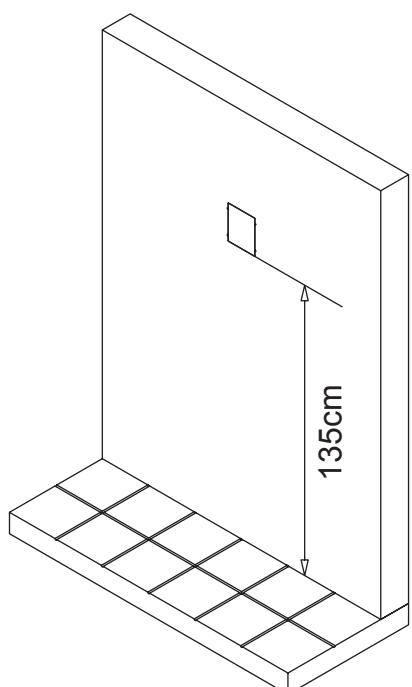
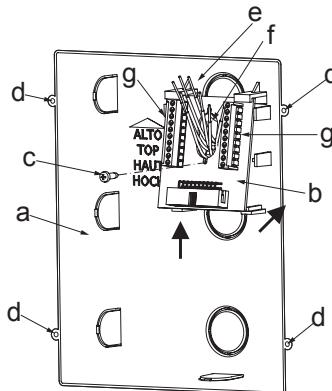

FIG.3
FIG.4
- Proteggere opportunamente i fori di fissaggio "d" (fig.4) quindi murare la scatola da incasso "a" lasciando circa 135cm tra la parte inferiore della scatola ed il pavimento (vedi figura 3). **Fare attenzione al verso della scatola (vedi le indicazioni sul fondo della stessa) e a che venga murata a filo muro finito;**
- Una volta fissata la scheda di connessione "b", collegare i fili ai morsetti "g" (fig.4) in accordo con quanto indicato nello schema di connessione fornito a corredo;
- Protect the videophone fixing holes "d" (fig.4) from dust then embed the flush back box "a" (fig.4) into the wall (about 135cm between the bottom of the box and the floor level as shown on the figure 3). Observe the direction of the box (see instruction on the bottom of the box) and take care that the box profile is in line with the finished wall profile;
- Hook the pcb connection board "b" to the flush mounting box "a" as shown in figure 4 (see pointers) feeding the cables "e" through the opening "f" then fix the connection board using the screw "c";
- With the connection board "b" fitted, connect the wires to terminal "g" (fig.4) as shown in the diagram provided;